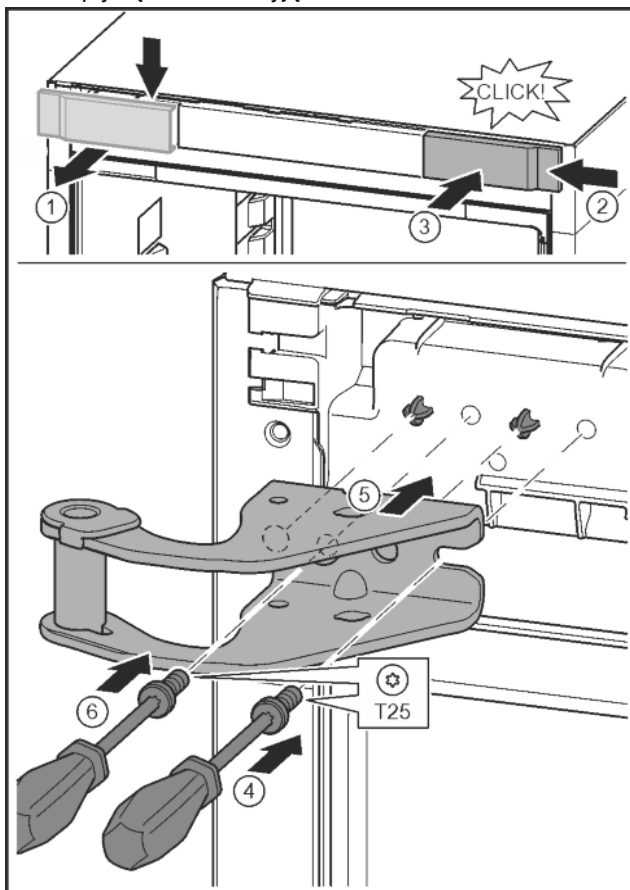

Fig. 14
- ▶ Poluzować osłonę i zdjąć w bok. Fig. 14 (1)
- ▶ Osłonę obrócić o 180° założyć z drugiej strony od prawej. Fig. 14 (2)
- ▶ Zazębic osłonę. Fig. 14 (3)
- ▶ Śrubę założyć przy pomocy śrubokręta T25. Fig. 14 (4)
- ▶ Założyć górną płytkę zawiasu. Fig. 14 (5)
- ▶ Dokręcić śrubę. Fig. 14 (4)
- ▶ Śrubę założyć przy pomocy śrubokręta T25 i mocno dokręcić. Fig. 14 (6)